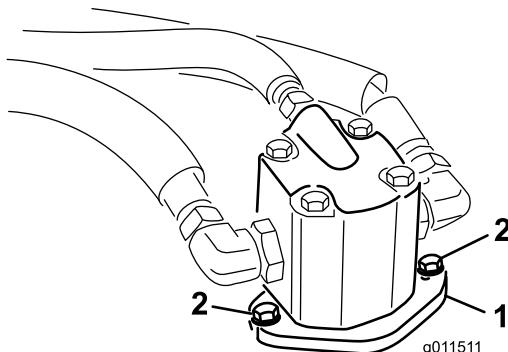

Figure 1
2. Enlevez les boulons qui fixent les moteurs hydrauliques au plateau de coupe (Figure 1).